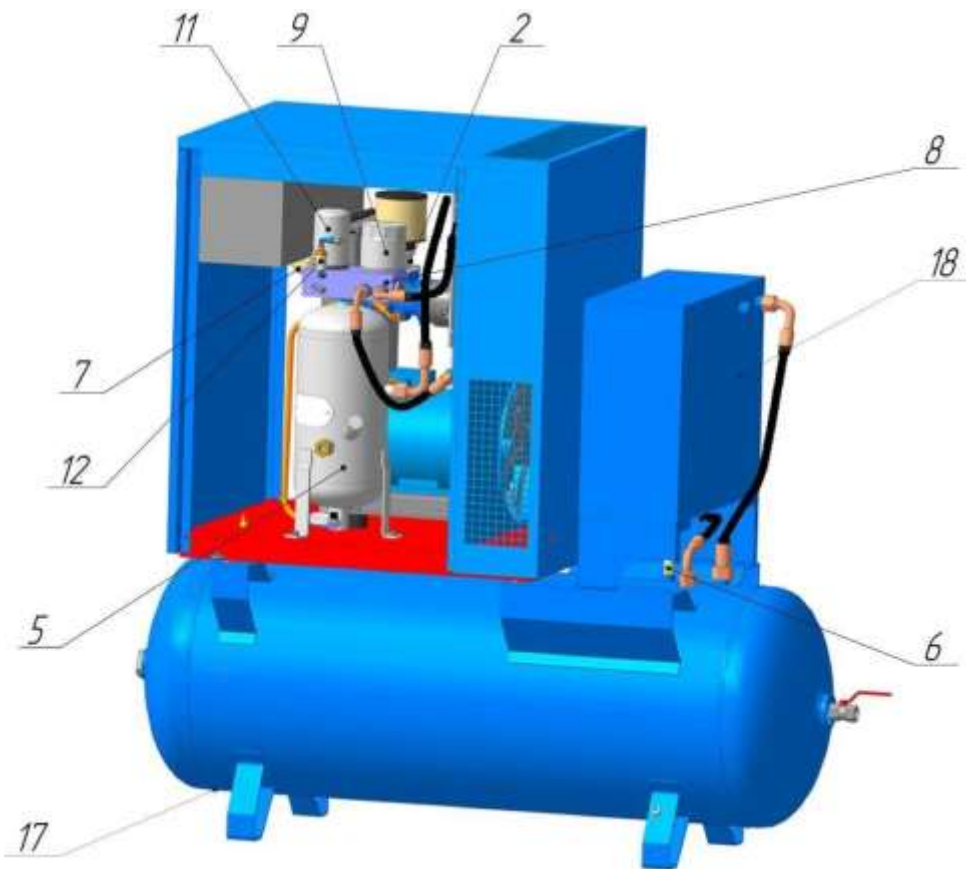

Рисунок 3 – Общий вид компрессорной установки VK5T-...-270Д, VK7T-...-270Д, VK10T-...-270Д
**6 – Клапан предохранительный** (см. рисунок 3) пневматический осуществляет защиту корпуса ресивера воздушного от превышения давления, по причине: "засорения" фильтра-маслоотделителя; неисправности клапана всасывающего или клапана минимального давления; неисправности датчика давления и др.
**17 – Конденсатоотводчик** (см. рисунок 3) предназначен для удаления скопившихся в ресивере конденсата и масла.
**18 –осушитель** (см. рисунок 3) предназначен для отделения влаги, содержащейся в сжатом воздухе.